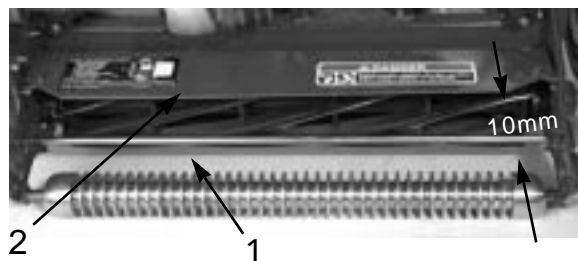

図 17
1. 前サポート・ロッド上面からシールドの前リップまでの距離をカッピングユニットの両端で測る（図17）。